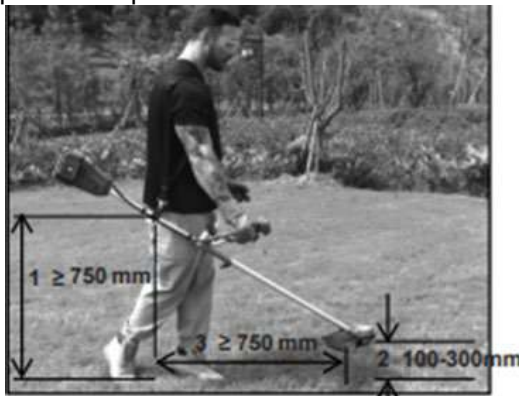

Рисунок 9. Типова схема паскового підвісу виробу.
5.1.2.6 Приєднання та регулювання наплічного паскового підвісу (рис. 9).